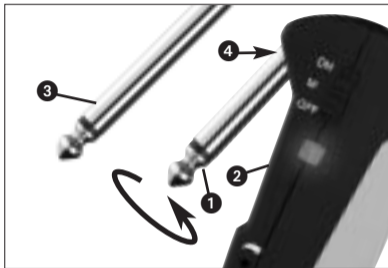

Fig. 4: Fixar o plugue adaptador.
4.3 Instrumentos com saída embutida (veja fig. 4)